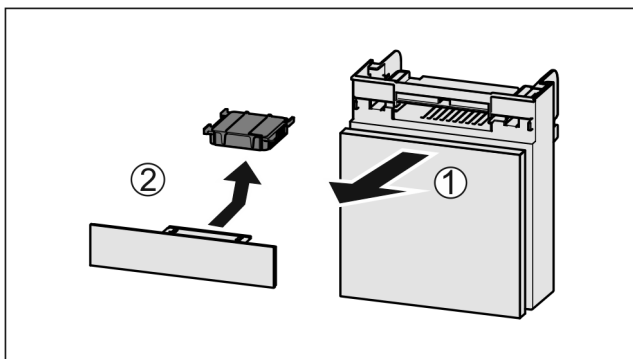

Fig. 115
- ▶ Lade vanaf de voorkant eruit trekken Fig. 115 (1).
- ▶ Actiefkoolfilter verwijderen Fig. 115 (2).